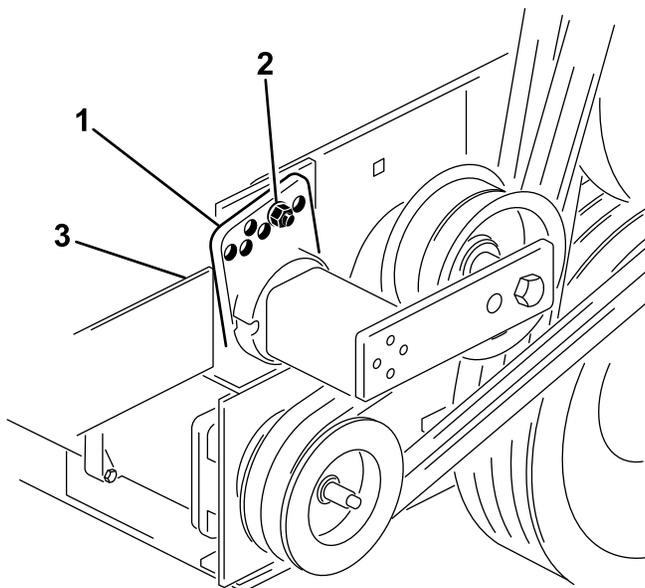

Рисунок 14
3. Снимите болт и гайку, которые крепят направляющую натяжителя к креплению привода, чтобы снять натяжение (Рисунок 14).